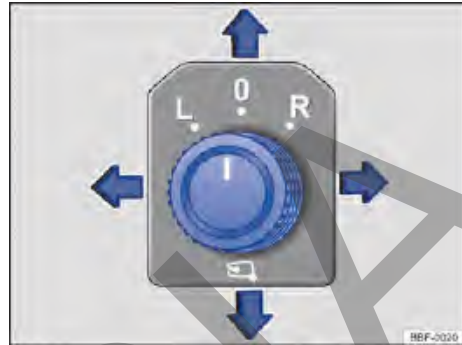

Fig. 84 En la puerta del conductor: mando giratorio de ajuste de los espejos retrovisores eléctricos.
- Girar la perilla en la puerta del conductor hasta el símbolo deseado → fig. 84.